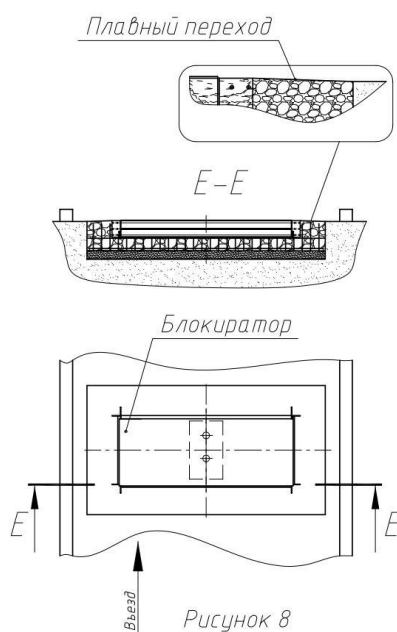

Рисунок 8
- 4.1.20 Выполнить окончательную заливку бетона с плавным переходом к плоскости рамы блокиратора (рис. 8).